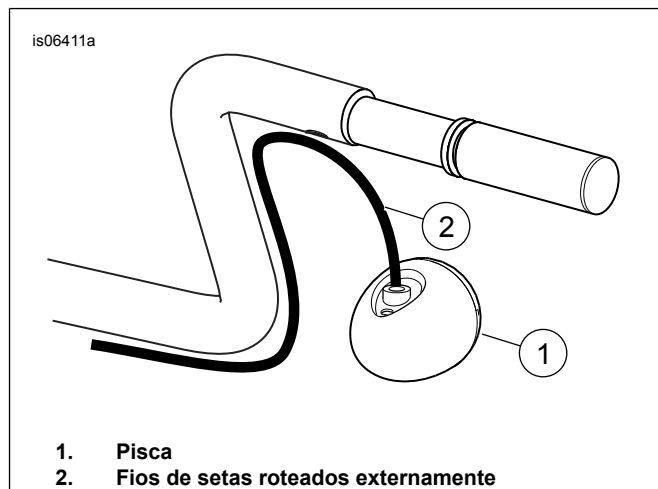
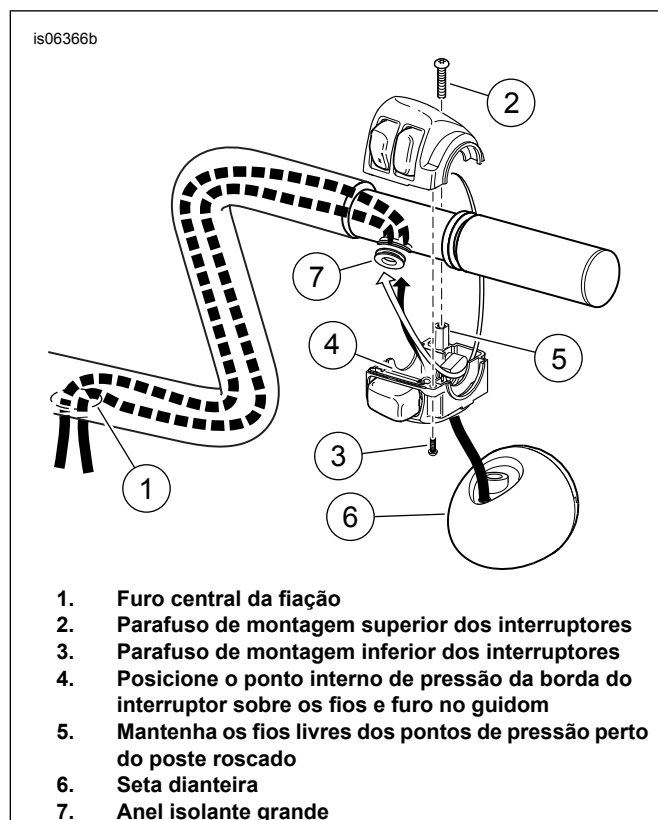

Figura 4. Setas montadas no guidão que requerem realocação
Figura 5. Roteamento dos fios do interruptor e da seta através da carcaça do interruptor
3. **Para os modelos SEM setas montadas no guidão:** prossiga para a **Etapa 9** (após a Figura 5 ). **Para os modelos COM setas montadas no guidão:** se os fios da seta original passavam **através** das carcaças do interruptor e dentro do guidão pela grande abertura (j), prossiga para a **Etapa 4** (após a Figura 4 ). Veja a Figura 4 . Se os fios da seta original estavam **roteados externamente** , essas setas precisarão ser realocadas para fora do guidão. Realoque agora seguindo as instruções do kit de realocação adequado.
Veja Figura 5 . Verifique se o anel isolante grande (7) foi posicionado no feixe de fios do interruptor e da seta, perto da ponta do interruptor.